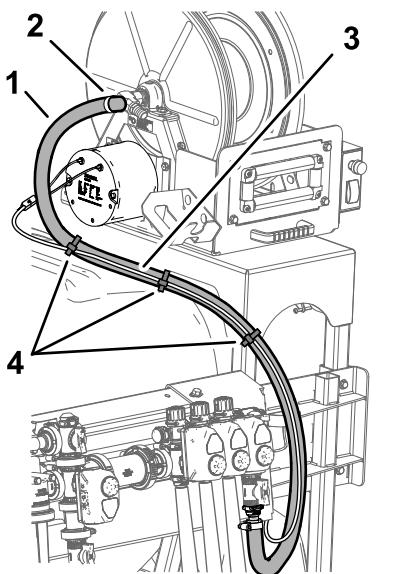

Figura 50
4. Conecte la manguera de 180 cm al conector de manguera dentado del carrete de la manguera, y sujetela al acoplamiento con una abrazadera, como se muestra en la Figura 50.
alimentación del carrete con 3 bridas (Figura 50).